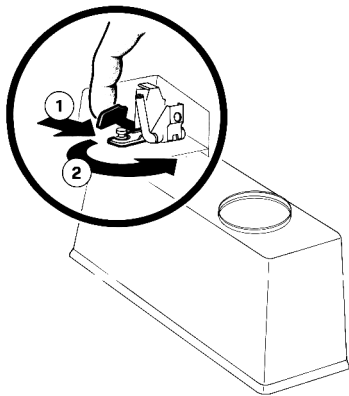

figura 6
antihorario) todo el cuerpo del grifo hasta desengancharlo completamente junto al cubre-grifo (ver figura 6).
2 - Desmontar el contenedor y ponerlo boca abajo. Desenganchar (1) la palanca de desmontaje del grifo y al mismo tiempo girar (2) hacia la izquierda (sentido antihorario) todo el cuerpo del grifo hasta desengancharlo completamente junto al cubre-grifo (ver figura 6).
- 1 - Enganchar otra vez el cubre grifo y el cuerpo grifo al contenedor con operaciones inversas a las ilustradas en el desmontaje 5.3.2.1. SERIES HT11 - HT20 CON GRIFO DE GOMA (ver figura 6).
- 1 - Enganchar otra vez el cubre-grifo y el cuerpo grifo al contenedor con operaciones inversas a las ilustradas en el desmontaje (ver figura 6).